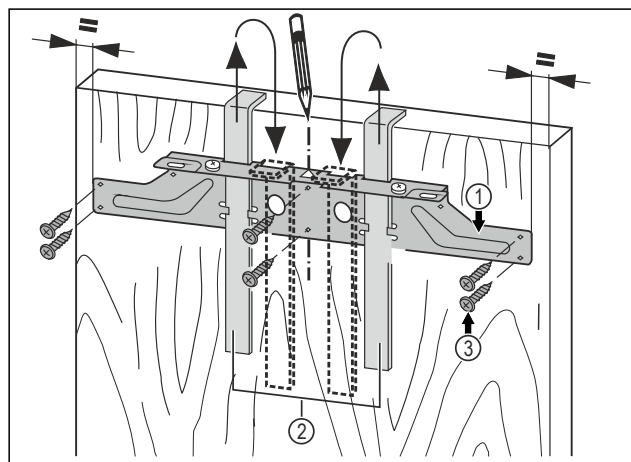

Fig. 42
- Accrocher la traverse de fixation Fig. 42 (1) du côté intérieur de la porte du meuble avec les aides au montage Fig. 42 (2).
- Aligner la traverse de fixation Fig. 42 (1) au centre de la porte.
- visser fermement la traverse de fixation Fig. 42 (1) avec au moins 6 vis Fig. 42 (3).
- visser fermement la traverse de fixation Fig. 42 (1) au bord avec 4 vis Fig. 42 (3).
- Retirer les aides au montage Fig. 42 (2) par le haut et les insérer retournées dans les ouvertures situées à côté.